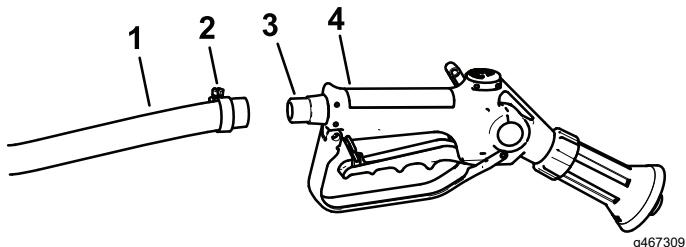

Figura 52
- Conecte el extremo libre de la manguera larga al acoplamiento de la pistola de fumigación (Figura 52).